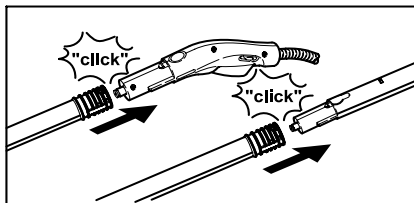

Figure 4
- Si nécessaire, utiliser les tubes de rallonge (G1). Pour ce faire, monter un tube de rallonge (ou les deux) sur le pistolet à vapeur (C1). Placer l'accessoire requis (D1, E1, H1) sur l'extrémité libre du tube de rallonge (voir Figure 4).